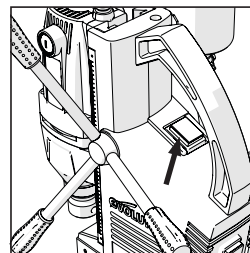

Fig. 6
- Za pomocą przełącznika kołoskowego **(Rys. 6)** można włączyć lub wyłączyć silnik urządzenia.